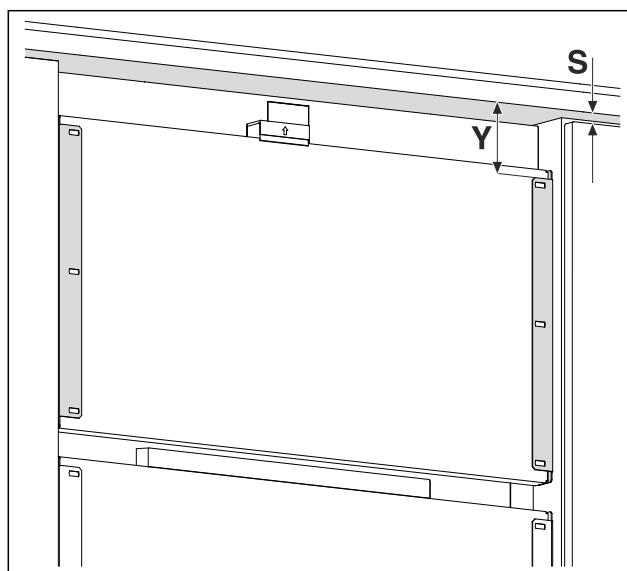

Fig. 15 Eksempelfremstilling
- Mål avstanden Fig. 15 (Y) fra underkanten til møbel-fronten til holdevinkelen.
- Mål avstanden Fig. 15 (S) fra underkanten til møbel-fronten til den øvre kanten til møbeldøren.